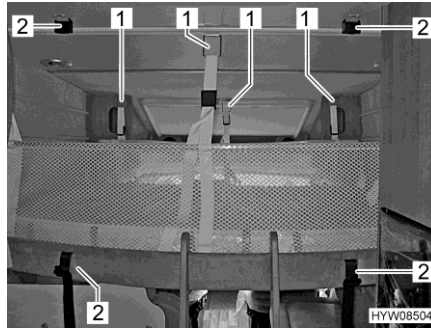

Fig. 72 Rete protettiva (letto basculante)
- Allentare le cinture di ritegno (Fig. 72,2).
- Staccare le cinture di ritegno (Fig. 72,1) e sistemare la rete protettiva sotto il materasso.
- Assicurare il letto basculante al soffitto mediante cinture di ritegno (Fig. 72,2).
- Agganciare le cinture di ritegno (Fig. 72,1) ai ganci del soffitto.